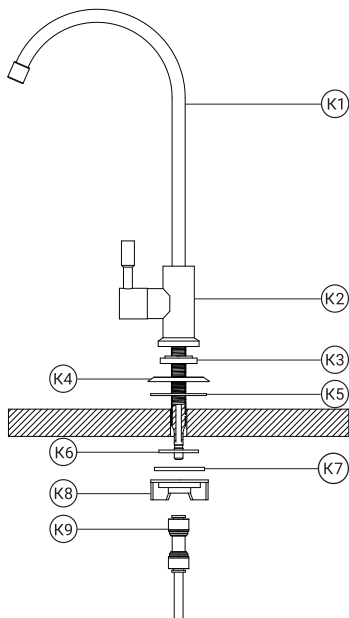

Рис. 17
2. Удалите транспортную заглушку и произведите монтаж крана (рис. 17) в следующей последовательности:
5. Фитинг 1/4" вместе с установленной в него трубкой подключите к штоку крана чистой воды (см. раздел «Присоединение трубок» (стр. 13), рис. 17).